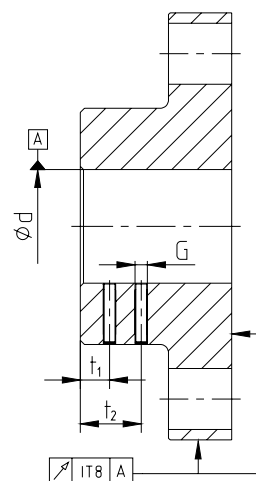

figura 17: concentricidad y perpendicularidad
- Los agujeros del manguon mecanizados por el cliente deben de respetar la concentricidad y perpendicularidad (ver figura 17).